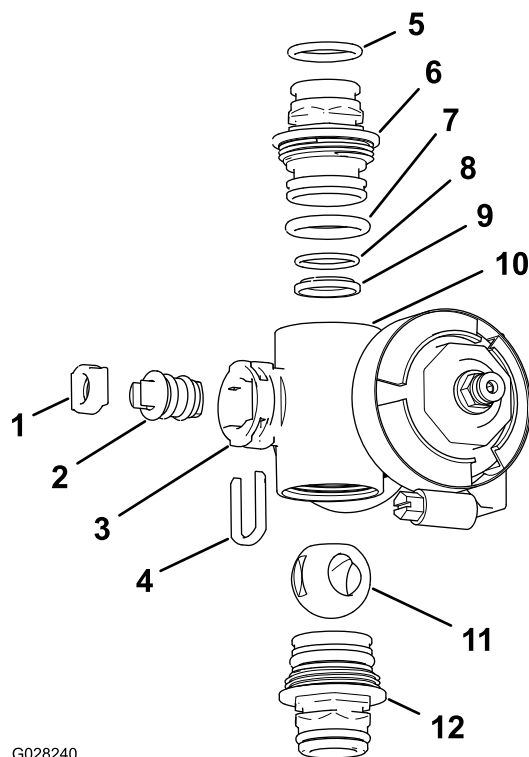

Рисунок 121
2. Снимите два штуцера торцевой крышки в сборе с каждого конца корпуса коллектора (**Рисунок 120** и **Рисунок 121**).
4. Извлеките держатель штока из пазов в отверстии штока в коллекторе (Рисунок 120 и Рисунок 121).
5. Снимите держатель штока и седло штока клапана с коллектора (Рисунок 120 и Рисунок 121).
6. Просуньте руку внутрь корпуса коллектора и извлеките оттуда шток клапана в сборе (Рисунок 120 и Рисунок 121).
1. Проверьте состояние уплотнительных колец выпускных штуцеров (только коллектор клапана секции), уплотнительных колец торцевых крышек, задних уплотнительных колец седла и седла шарового клапана на отсутствие повреждений или износа (Рисунок 120 и Рисунок 121).
2. Нанесите консистентную смазку на шток клапана и вставьте его в седло штока клапана (Рисунок 120 и Рисунок 121).
3. Вставьте шток и седло клапана в коллектор и закрепите шток и седло держателем штока (Рисунок 120 и Рисунок 121).
4. Убедитесь, что заднее уплотнительное кольцо седла и седло шарового клапана выровнены и правильно установлены в штуцере торцевой крышки (Рисунок 120 и Рисунок 121).
5. Установите штуцер торцевой крышки в сборе на корпус коллектора так, чтобы фланец штуцера торцевой крышки касался корпуса коллектора (Рисунок 120 и Рисунок 121), затем доверните штуцер торцевой крышки еще на 1/8–1/4 оборота.